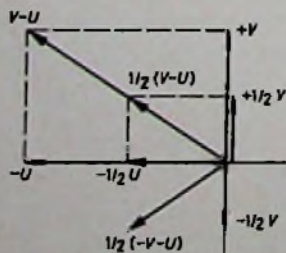

Bild 5. Farbzeiger des „PHASE“-Signals des „PM 5508“
Bildschirm erscheinen sie von links nach rechts in den Farben Orange-Gelblich, Gelblich-Grün, Rosa, Grau. Der obere Teil eines jeden Balkens wird als korrektes PAL-Signal in der obigen Reihenfolge (Bild 5) mit dem Chrominanzwert $1/2 (+V-U)$, $-1/2 U$, $\pm 1/2 V$, 0 gesendet. Der untere Teil der Balken setzt sich zusammen aus abwechselnd einer Zeile $V-U$, $-U$, $+V$, 0 und einer Grauzeile. Bei fehlerhafter Einstellung der Farbträgerphase werden die oberen Balkenteile nur etwas entsättigt, nicht jedoch in der Farbart verfälscht, da den Synchrongleichrichtern vom PAL-Speicher nach Farbachsen vorsortierte Signale geliefert werden. Anders ist es in den unteren Balkenteilen. An den Eingängen der Addier-(5) beziehungsweise Subtrahierstufe (6) steht in jeder Zeile nur entweder ein direktes oder ein verzögertes Farbsignal zur Verfügung. Diese Stufen können also ihre eigentliche Aufgabe, nach Farbachsen vorzusortieren, nicht mehr erfüllen. Es sei nochmals wiederholt, daß das Verständnis des Gemisches aus Farb- und Grauzeilen sehr wichtig ist: Wenn eine Grauzeile einläuft, kann keine Farbinformation auf direktem Wege zu den Addierstufen (5) und (6) gelangen; der noch gefüllte Farbspeicher (2) liefert jedoch ein korrektes Farbsignal an diese Stufen (5) und (6). Die folgende Farbzeile gelangt zwar direkt an die Addierstufen, jedoch ist der Farbspeicher wegen der vorausgegangenen Grauzeile leer. Die Addierstufen (5) und (6) erfüllen nur dann ihre Aufgabe, wenn sie gleichzeitig die nacheinander gesendeten, nach PAL geschalteten Zeilen zugeführt bekommen. Das untere Halbbild des „PHASE“-Prüfsignals wirkt sich so aus, als enthalte der Standard-PAL-Empfänger keinen Speicher: Er verhält sich wie ein Simple-PAL-Empfänger.